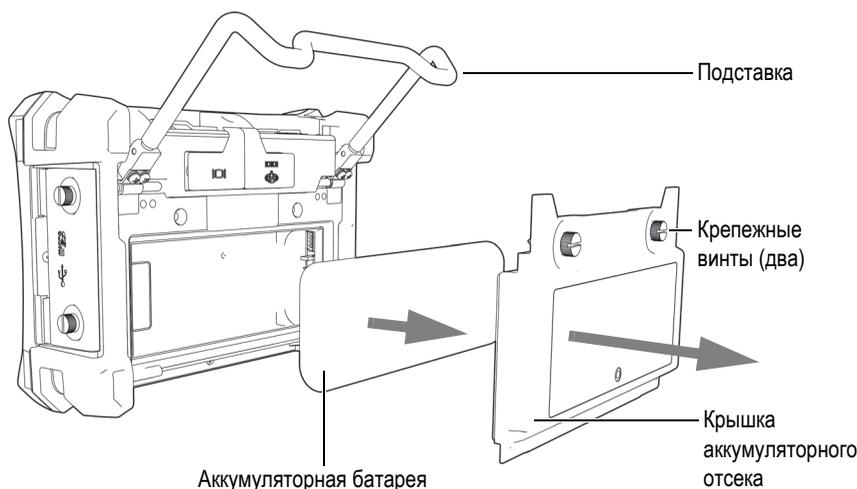

Рис. 1-11 Извлечение литий-ионной аккумуляторной батареи
1. Разверните подставку прибора (см. Рис. 1-11 на стр. 39).
2. Ослабьте винты (2), фиксирующие крышку аккумуляторного отсека на задней стенке прибора.